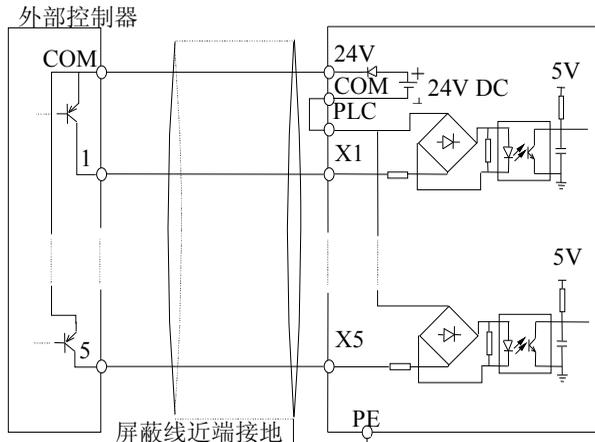

图 2-15 使用变频器内部+24V电源的漏极连接方式
- 2) 使用变频器内部+24V电源，外部控制器为PNP型的共发射极输出的连接方式（注意去除PLC与24V端子间的连接线，在外部短接PLC和COM端子），如图2-15所示。